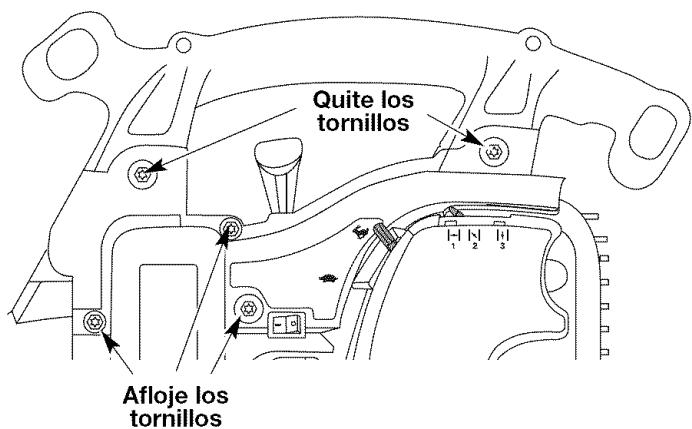

Fig. 34
1. Quite los dos (2) tornillos de la manija utilizando un destornillador de hoja plana, o un destornillador de cabeza torx del número T20, mientras sujetas las tuercas con una llave para tuercas de 3/8" (Fig. 34).
2. Saque el perno superior situado cerca de la manija de la cuerda del arrancador con las herramientas mencionadas en el paso 1 (Fig. 34).
3. Afloje los tres (3) tornillos situado cerca de la parte superior de la bisagra de la puerta con las mismas herramientas mencionadas en Fig. 34.